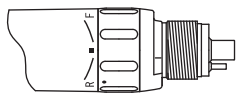

図4
- 2) 逆回転させる時は、正逆切替リングをR側へ回します。(図4)